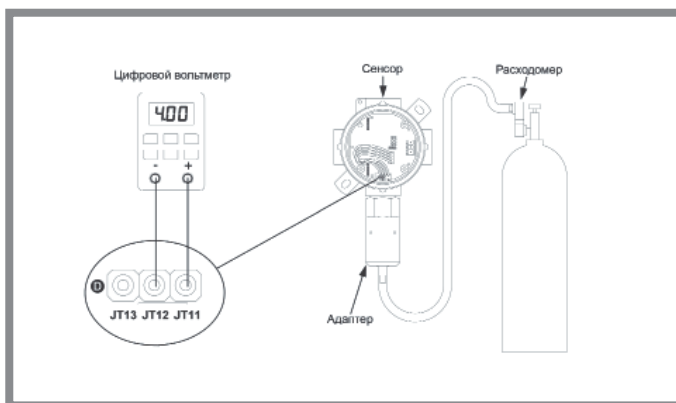

Рис.2: Схема подключения оборудования при калибровке сенсора
Прежде, чем приступать к калибровке промежуточного значения, подсоедините мультиметр в режиме Vdc с автоматической шкалой к коннекторам JT12 (-) и JT11 (+), как показано на рис. 2.
Прежде, чем приступить к калибровке промежуточного значения, подсоедините мультиметр в режиме Vdc с автоматической шкалой к коннекторам JT12 (-) и JT11 (+), как показано на рис. 2.
- e. При помощи специального адаптера подать на сенсор проверочную газовую смесь с известной сертифицированной концентрацией 45 % НКПР, соответствующую типу сенсора (метан), как показано на Рис. 2.